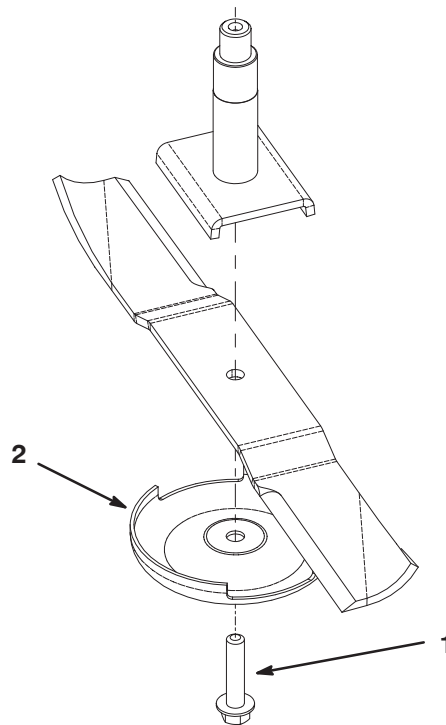

Figure 33
2. Tenez la lame à son extrémité avec un chiffon ou un gant épais. Enlevez le boulon, la coupelle anti-scalp et la lame de l'axe de pivot (Fig. 33).